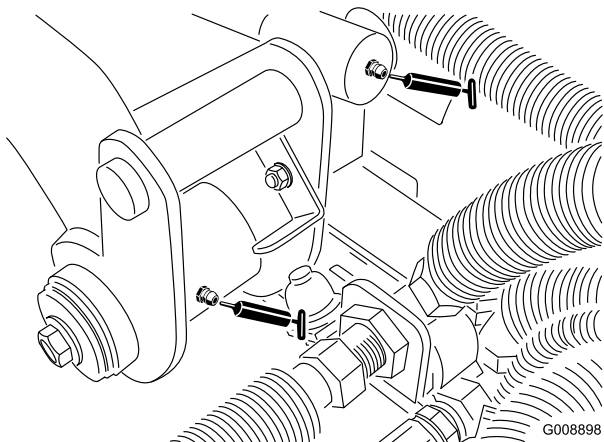

Figura 34
- Pivote y cilindro de elevación del brazo de elevación trasero (2) (Figura 34)